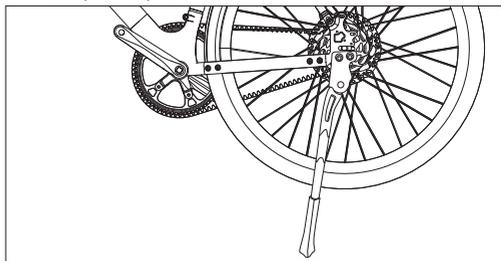

Figura 10-1
- a. Desaperte os parafusos e as anilhas e, em seguida, retire-os da saída, conforme ilustrado na Figura 10-1.